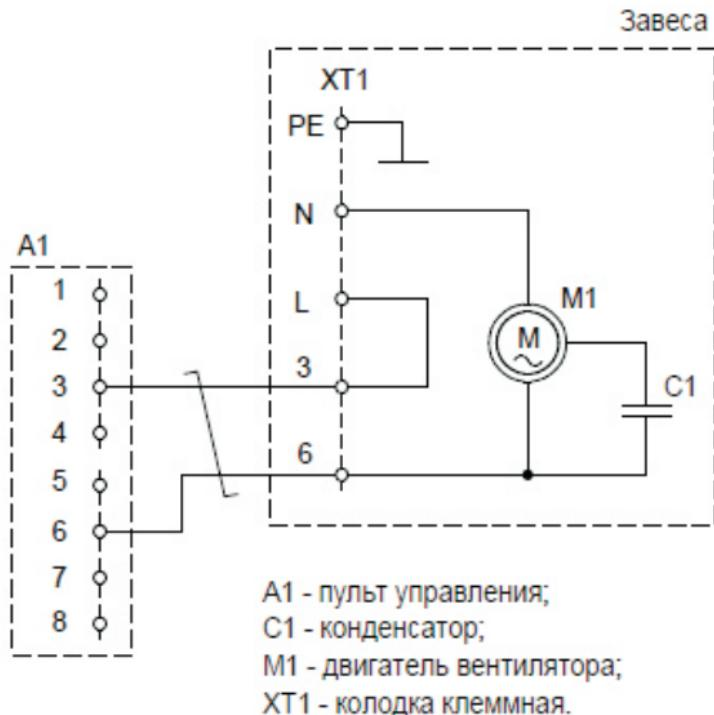
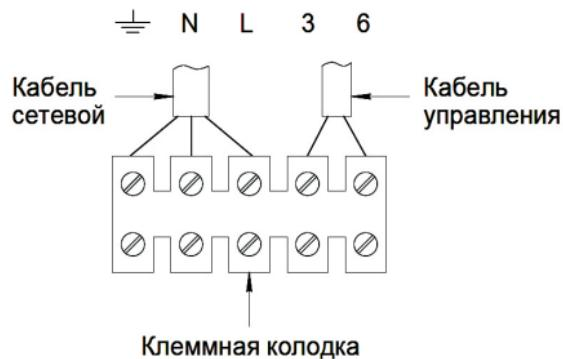

Рис. 2 Схема WH
Рис. 3 Схема подключения
5.2 Электрическая схема завесы приведены на рис.2 Приложения.
6.5 Пульт управления подключать в соответствии с электрической схемой завес (см. рис.2 Приложения) и схемой подключения (см. рис.3 Приложения). Для подключения использовать двухжильный кабель сечением медной жилы 0,5 - 1,0 мм2.
- отвернув два самореза, снять крышку на верхней стенке корпуса завесы и подключить кабель к клеммной колодке завесы в соответствии с электрической схемой и рис.3 Приложения.
6.6 Подключение завесы к электросети осуществляется через автоматический выключатель **после подключения пульта управления**. Для этого необходимо подключить силовой кабель к клеммной колодке завесы в соответствии с рис.3 Приложения. Для подключения использовать трехжильный кабель сечением медной жилы не менее 1 мм2.